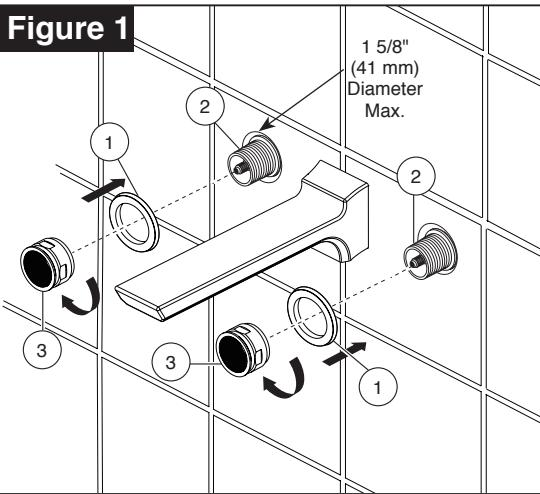
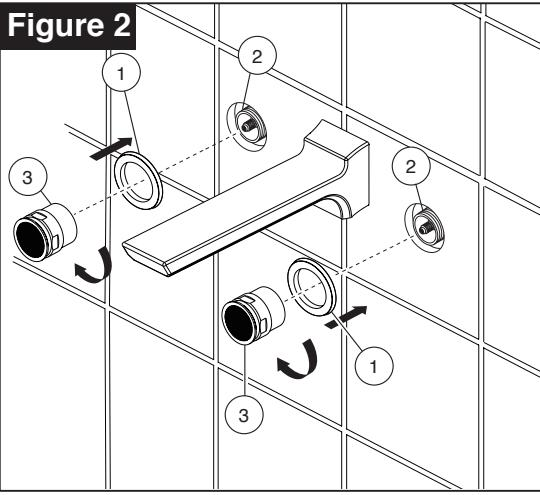

Figure 1
Figure 2
Install handle flange (1) onto mounting sleeve (2) and secure with flange nut (3). **NOTE:** Have the other side of flange (1) with gasket toward the wall. Finished wall thickness can vary from 1/8" to 1 1/8". If mounting sleeve (2) is extending from finished wall more than 3/8", use the short flange nut as shown in figure 1. If mounting sleeve (2) is sub flush or extending less than 3/8" from finished wall, use the long flange nut as shown in figure 2.
Instale el soporte del mango (1) en el manguito de montaje (2) y fíjela con la tuerca con reborde (3). **NOTA:** Ponga el otro lado del reborde (1) con junta hacia la pared. El grosor de las paredes puede variar de 1/8" a 1 1/8". Si el manguito de montaje (2) se extiende de la pared acabada más de 3/8", use la tuerca con reborde pequeña como se muestra en la imagen 1. Si el manguito de montaje (2) está ligeramente sobre la superficie o se extiende de la pared menos de 3/8", use la tuerca con reborde grande como se muestra en la imagen 2.